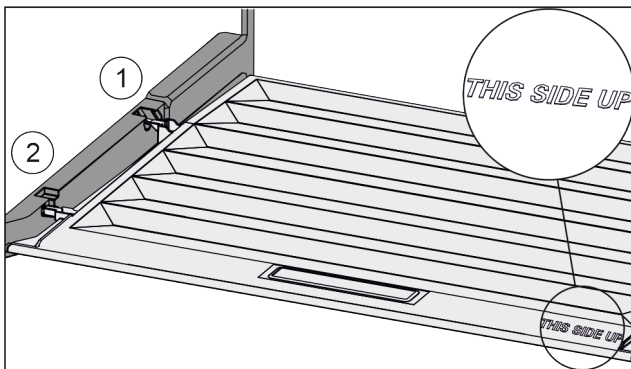

Fig. 84
- ▶ Dekselranden via de opening van de achterste houder Fig. 84 (1) aanbrengen en van voren in de houder Fig. 84 (2) klikken.